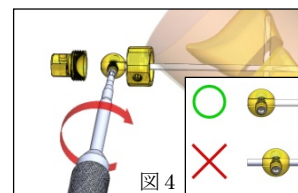

図4
- PinFix 創外固定器を分解し、ジョイントナット、ボールの順に創外固定ピンに通す(図4)。